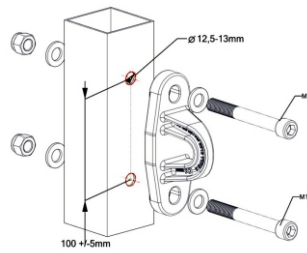

Abbildung 5. Montage der Schraubverbinder zusammen mit der Anschlagseinrichtung an eine Stahlstruktur
- für nicht rostende (A2) und säurebeständige (A4) Schrauben - Festigkeitsklasse nicht geringer als 70. (Abb. 5)